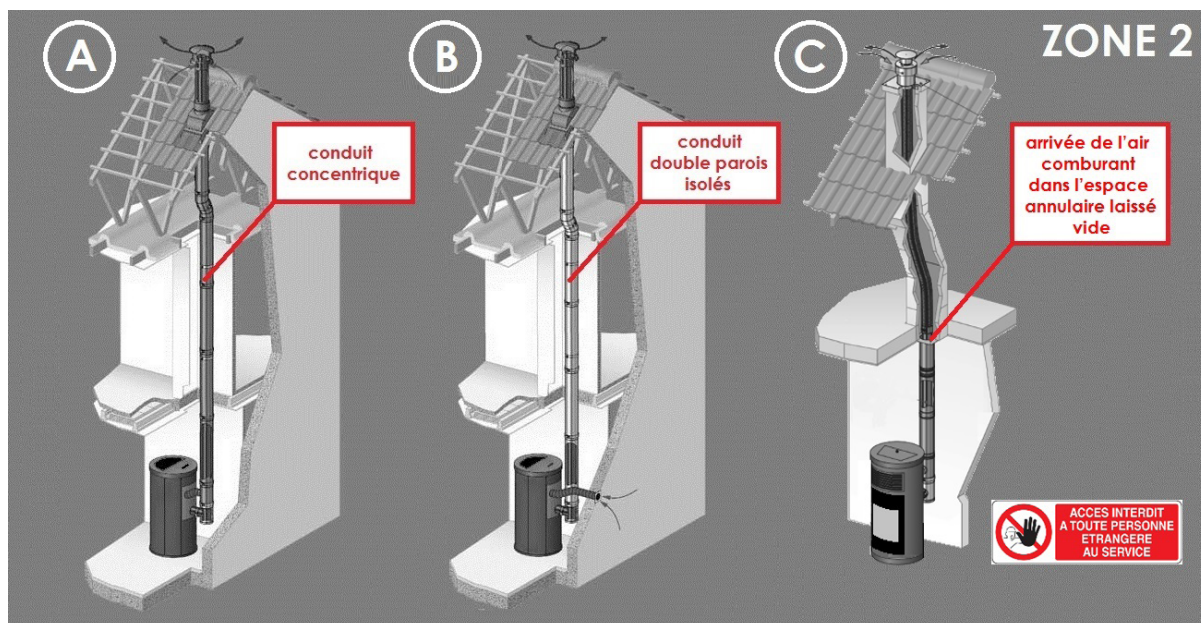

Fig. 14 - Schéma de principe des 3 types de système concentrique avec terminal vertical (ZONE 2)
Voir également le schéma des positions des terminaux sur, voir **Fig. 14**.
ATTENTION : exception sur le prélèvement d'air comburant de l'espace interstitiel du conduit concentrique (C). CADEL et FREEPOINT n'autorisent pas que l'on prélève de l'air comburant de l'espace annulaire laissé vide dans le cas d'un tubage de conduit maçonné comme suggéré dans le schéma dans **Fig. 14**, cas (C).